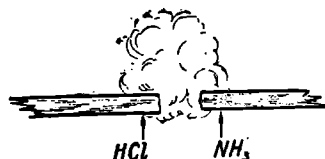

Рис. 149. Образование нашатыря из газов — аммиака и хлористого водорода.
■ *Опыт.* Обмокните лучинку в крепкий раствор соляной кислоты и другую лучинку — в крепкий раствор аммиака и сблизьте их между собой. Вы замечаете образование густого белого дыма (рис. 149). Это — мельчайшие кристаллики нашатыря, образующиеся в воздухе при реакции между газообразными HCl и NH_3 .